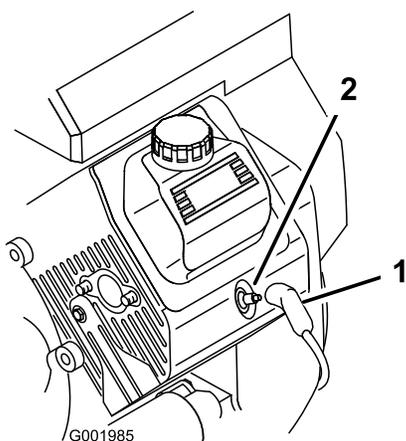

Figura 42
3. Puxe os cabos das velas (Figura 42).
3. Coloque os cabos nas velas de ignição (Figura 42).